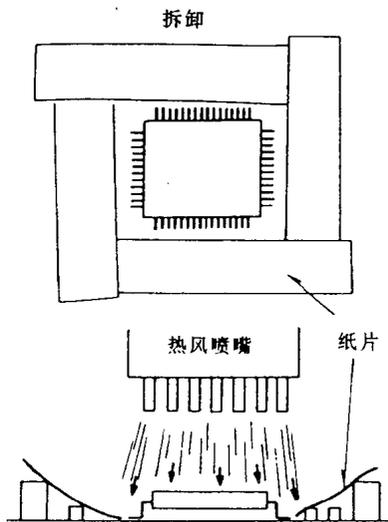

图 T7 集成电路的拆卸
- (1) 在集成电路块周围粘上一圈纸片,使其他芯片元件在鼓热风时受到保护(图 T7)。
- (2) 用局部加热器(配上合适的喷嘴)从集成电路块脚的垂直方向喷射热气。
- (3) 当焊点熔开时,用镊子夹起集成电路块。
- (4) 从电路板上取下纸片。